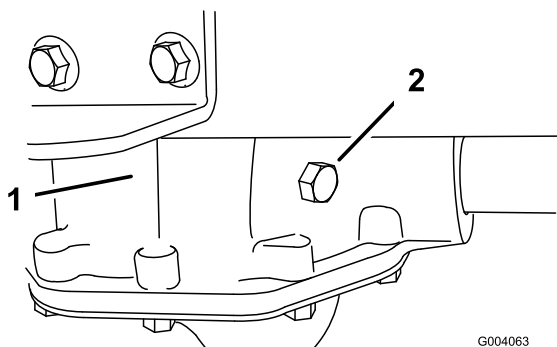

Figura 35
2. Tire a cavilha reguladora do eixo de transmissão (Figura 35).